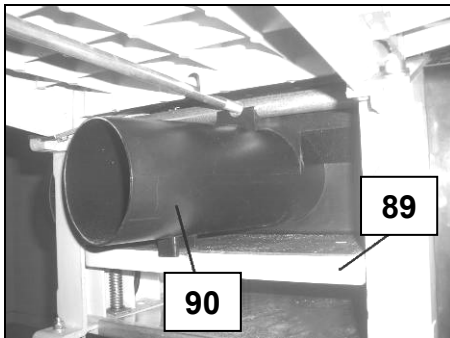

Fig 58
- Baissez la table de rabotage (89) à l'aide de la manivelle et ôtez le collecteur de copeaux (90) (Fig 58).